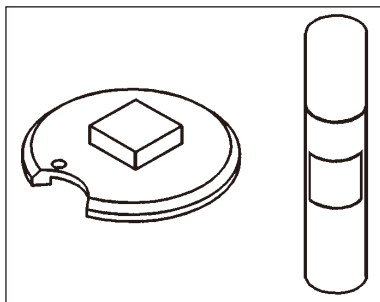

図 19
- シアノアクリレート接着剤を用いて、試料を試料ディスクに固定します (→ 図 19)。